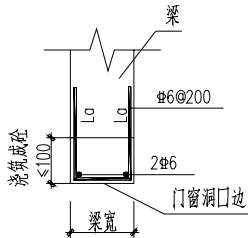

图10-2
- 6.8 门窗过梁选用省标12G07图集，过梁宽同墙厚，荷载级别采用2级，当梁底距洞口顶小于100时，做法见图10-2。